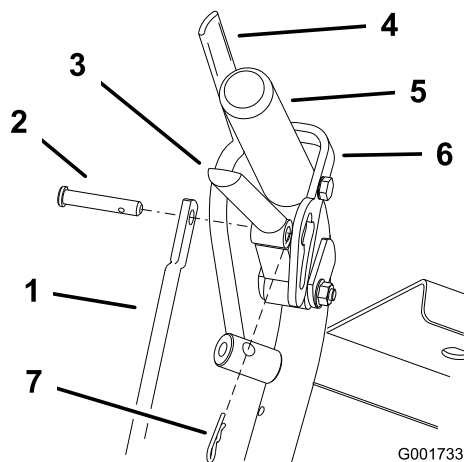

Figura 42
1. Ajuste la longitud de la varilla de control soltando la palanca de avance y retire el pasador de horquilla y el pasador. Gire la varilla en el acoplamiento (Figura 42).
4. Coloque el pasador en la palanca de avance (Figura 42).
6. Instale el pasador de horquilla entre las palancas de avance y los cierres de bloqueo de punto muerto e introdúzcalo en el pasador (Figura 42).